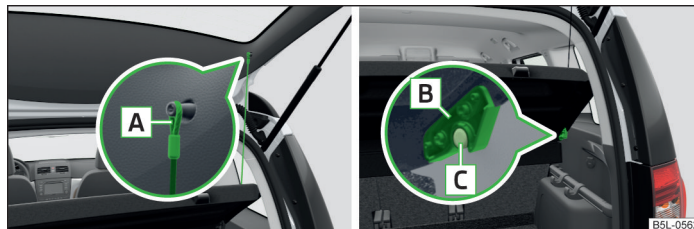

Fig. 82 Sujete la cubierta del maletero
- Enganche las cintas de sujeción A » fig. 82 en la tapa del maletero.
- Coloque los alojamientos situados en la cubierta [B] » fig. 82 sobre los pernos [C] del revestimiento lateral.
- Si las cintas de sujeción [A] » fig. 82 están enganchadas en la tapa del maletero, entonces al abrir esta última, también se levantará la cubierta del maletero.